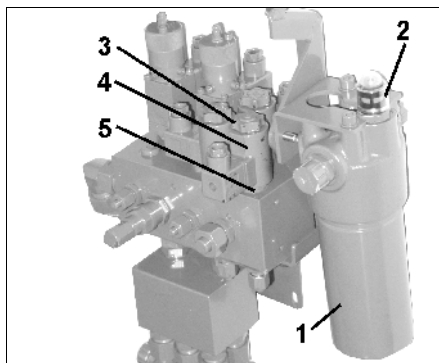

Рис. 62
Во время эксплуатации может проверяться работа гидравлического масляного фильтра (Рис. 62/1) на распределительной гидрокоробке.
Индикация в контрольном окошке (Рис. 62/2):
- Открутите крышку магнита (Рис. 62/3).
- Снимите катушку электромагнита (Рис. 62/4).
- Выкрутите шток клапана (Рис. 62/5) с седлами и почистите сжатым воздухом или гидравлическим маслом.